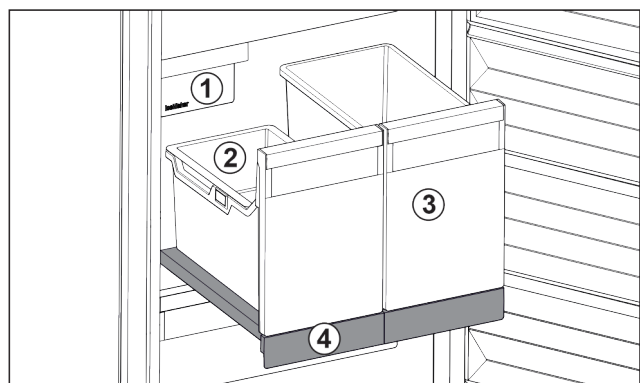

Fig. 138 Vysouvací přihrádka s IceTower
Na vysouvací přihrádce jsou dvě vysoké nádoby (IceTower). V nádobě Fig. 138 (2) se shromažďují a skladují kostky ledu z IceMaker. Nádoba Fig. 138 (3) se hodí pro skladování vysokých potravin jako pizzy nebo alkoholické nápoje.